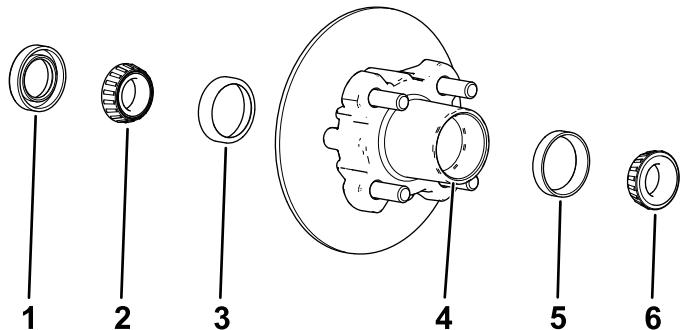

Bild 36
- 1. Nehmen Sie das Außenlager und den Lagerring von der Radnabe ab (Bild 36).
- 2. Nehmen Sie die Dichtung und das Innenlager von der Radnabe ab (Bild 36).
5. Entfernen Sie Fett, Schmutz und Rückstände aus dem Hohlraum der Radnabe (Bild 36).
7. Füllen Sie den Hohlraum der Nabe zu 50 % bis 80 % mit der angegebenen Fettsorte (Bild 36).
8. Montieren Sie das Innenlager auf dem Lagerring an der Innenseite der Nabe und setzen Sie die Dichtung ein (Bild 36).